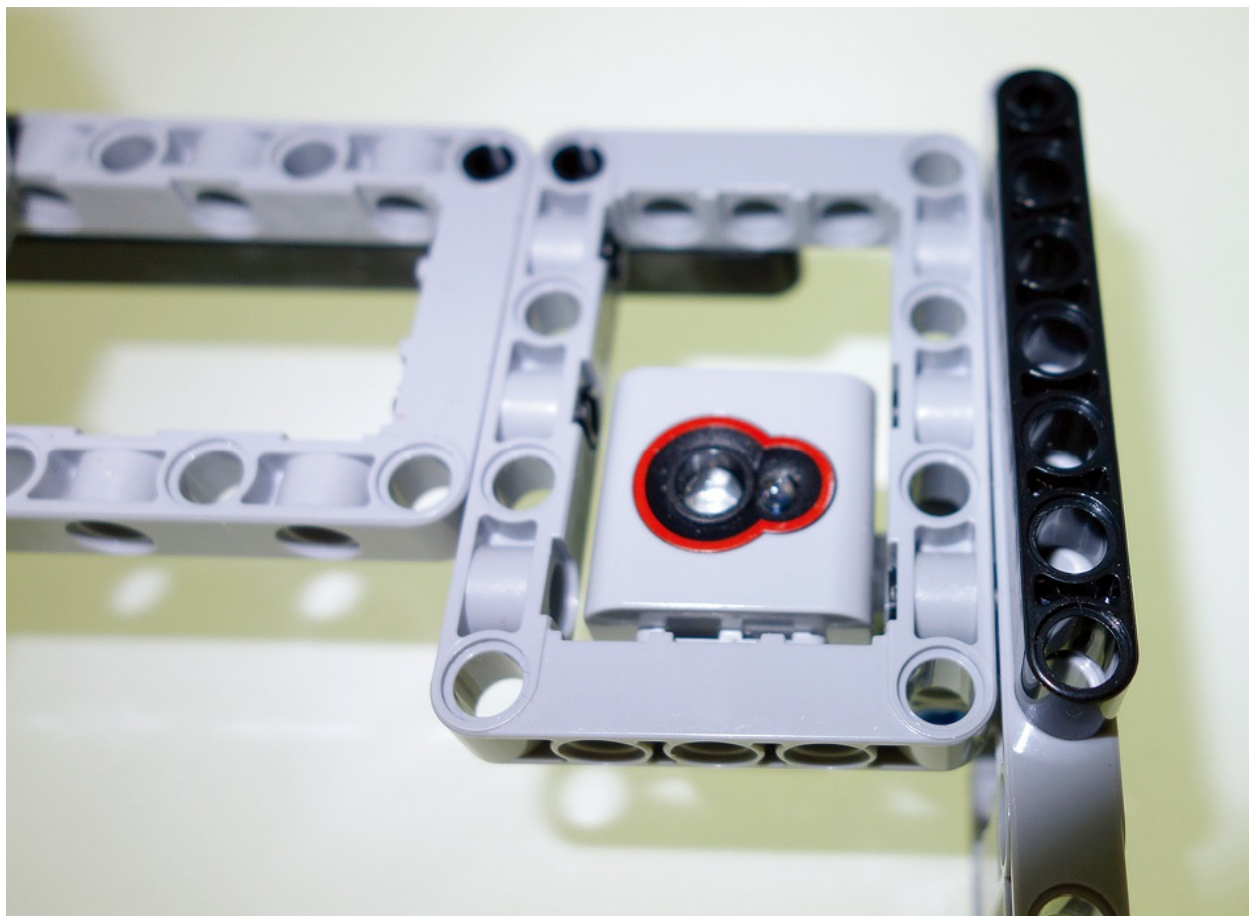

图10.9 在支撑机器人平台的一边的框梁内，连接一个直梁以固定颜色传感器
5. 在机器人基座的右侧安装颜色传感器，将它放置在框梁里，使之与框梁齐平。在支撑机器人平台的一边的框梁中，用黑色的销连接横置的直梁，使其固定在框梁内部，并在直梁的下方连接颜色传感器（如图10.9所示）。传感器应该竖直向上放置，它将会检测牌堆最底部那张纸牌的颜色。